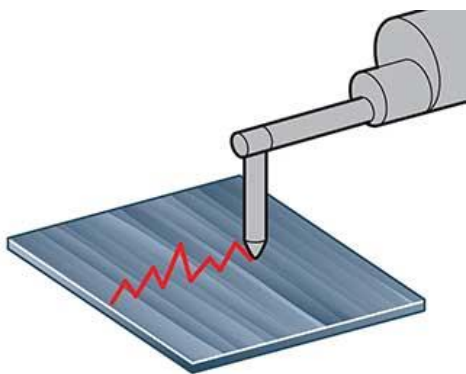

Fig. 1
1. 過去大部分的金屬表面粗糙度量測是利用接觸式儀器量測 Fig. 1，也是品質檢測的一大重點